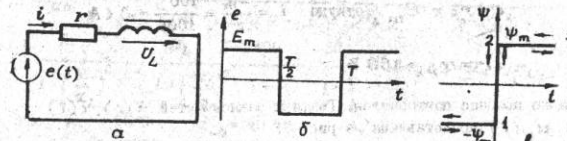

Рис. 30
**Задача 6.1.** Построить кривые изменения во времени потоко-сцепления  $\Psi$ , тока  $i$ , напряжения на нелинейной индуктивности  $u_L$ . Схема цепи представлена на рис. 30а, вебер-амперная характеристика  $\Psi(i)$  — на рис. 30б, график зависимости  $e(t)$  — на рис. 30в, причем  $E_m = 100$  В,  $T = 9 \cdot 10^{-4}$  с,  $r = 1000$  Ом,  $\Psi_m = 0,015$  Вб.
а. При движении точки 1...2 на ВАХ на рис. 30в:
б. При движении точки 2...3 на ВАХ на рис. 30в: